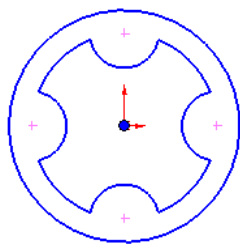

图 2.11.6 插入块
Step2. 插入块。选择下拉菜单 $\rightarrow$ $\rightarrow$ 插入(I)命令，系统弹出“插入块”对话框，如图 2.11.5 所示；在“插入块”对话框中单击 按钮，在系统弹出的“打开”对话框中选择文件 D:\sw15\work\ch02.11\Block.SLDBLK，然后单击 按钮；在图 2.11.5 所示的“插入块”对话框 参数区域下 后的文本框中输入插入块的缩放比例值 1，在 后的文本框中输入插入块的旋转角度值 90.0；在图形区空白处任意位置单击以放置块（鼠标指针所在的位置即为块的插入点），结果如图 2.11.6 所示；单击对话框中的 按钮，完成块的插入；选择下拉菜单 $\rightarrow$ 退出草图命令，退出草图环境。